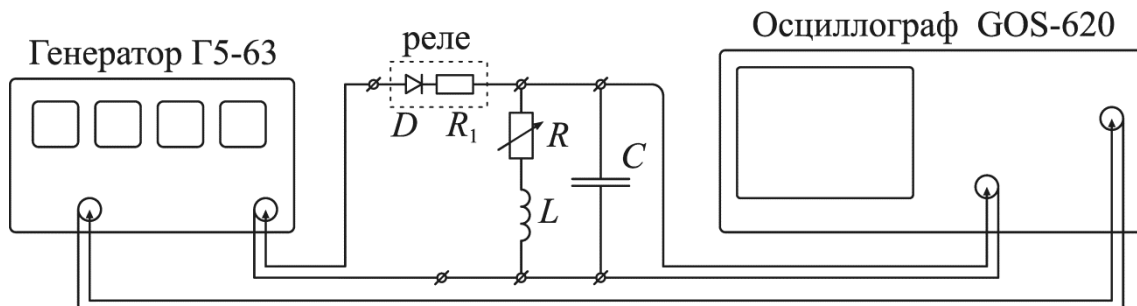

Рис. 2. Схема экспериментальной установки для исследования свободных колебаний.
На рис. 2 приведена схема для исследования свободных колебаний в контуре, содержащем постоянную индуктивность L и переменные ёмкость C и сопротивление R . Колебания наблюдаются на экране осциллографа.
1. а) Соберите схему согласно рис. 2.